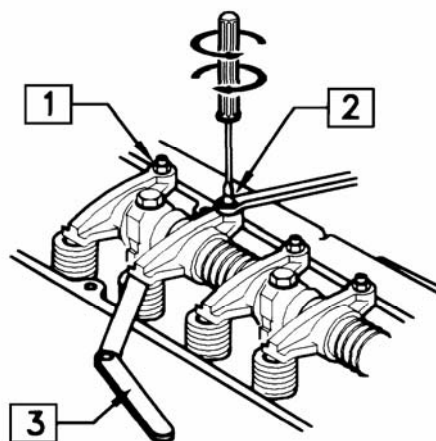

Fig. 7.2
Führen Sie diesen Arbeitsgang bei ausgekühltem Motor durch. Gehen Sie dabei folgendermaßen vor: Nehmen Sie die Ventilhebelhaube ab, lockern Sie die Ventilhebelmutter (1) und stellen Sie das Ventilspiel (2) anhand einer Lehre durch Drehen der Einstellschraube ein (3) (Abb. 7.2).